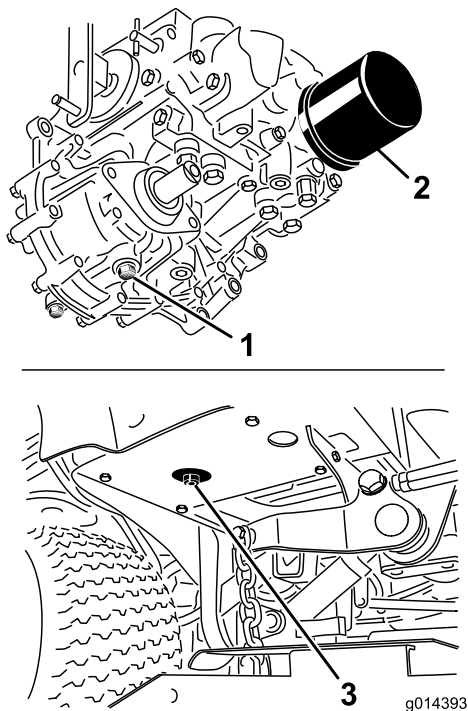

Figura 49
3. Coloque un recipiente grande debajo del depósito de fluido hidráulico y el alojamiento de la transmisión y retire los tapones para vaciar todo el fluido hidráulico (Figura 49).
4. Limpie la zona alrededor del filtro de fluido hidráulico y retire el filtro (Figura 49).